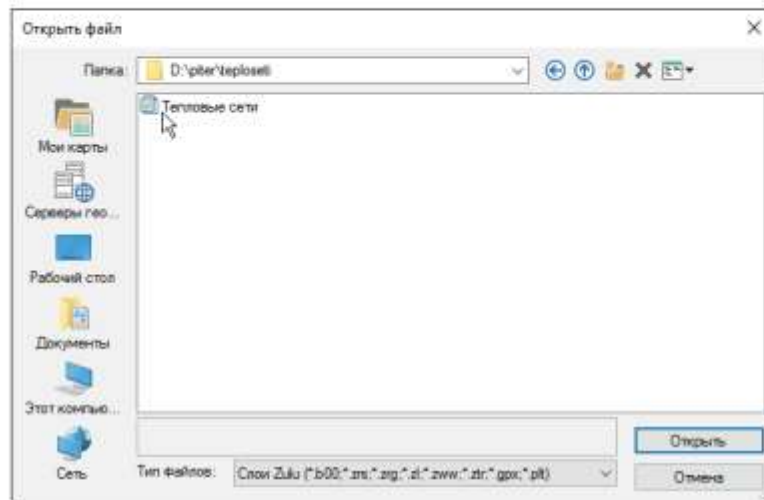

Рисунок 3.11. Диалог выбора слоя
2. Зайти в нужную директорию и выделить слой тепловой сети (смотрите Рисунок 3.11. «Диалог выбора слоя»)